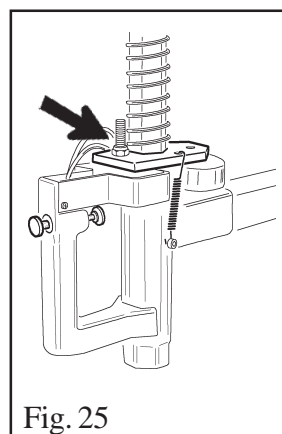

Fig. 25
**Note:**If it is necessary to adjust the vertical arm locking plate because the tool doesn't lock or it doesn't rise from the rim of 2mm necessary for working, adjust nuts as shown in figure 25.
**NB.**Si la plaque de blocage du bras doit être réglée parce que l'outil ne se bloque pas ou il ne se lève de la jante des 2 mm nécessaires pour le travail, il faut régler les écrous indiqués dans la fig. 25.
**WICHTIG:** Falls die Blockierungsplatte des Arms eingestellt werden muß, weil sich Werkzeug oder Kipparm nicht blockieren oder von den nötigen 2mm nicht heben lassen, wie in Abbildung 25 beschrieben vorgehen.